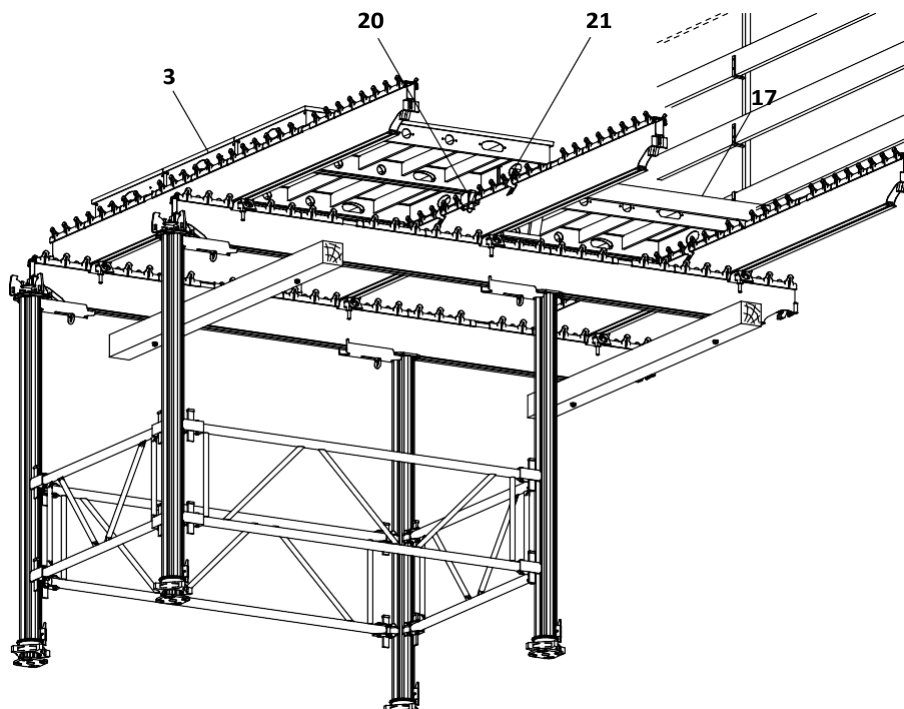

Fig. A9.05
4. Монтирайте стойките за парапет SGP и самите парапети като мярка срещу падане. (Fig. A9.05)